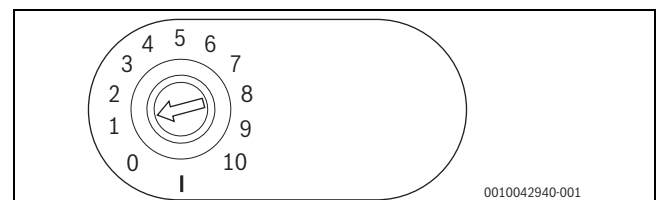

Bild 66 Kodierschalter auf Position 1 = systemintegrierter Betrieb in Kombination mit Wärmeerzeuger
- [1] Kodierschalter (→ Bild 66 und 67, Einstellung siehe → Kapitel 7.2.1, Seite 39)